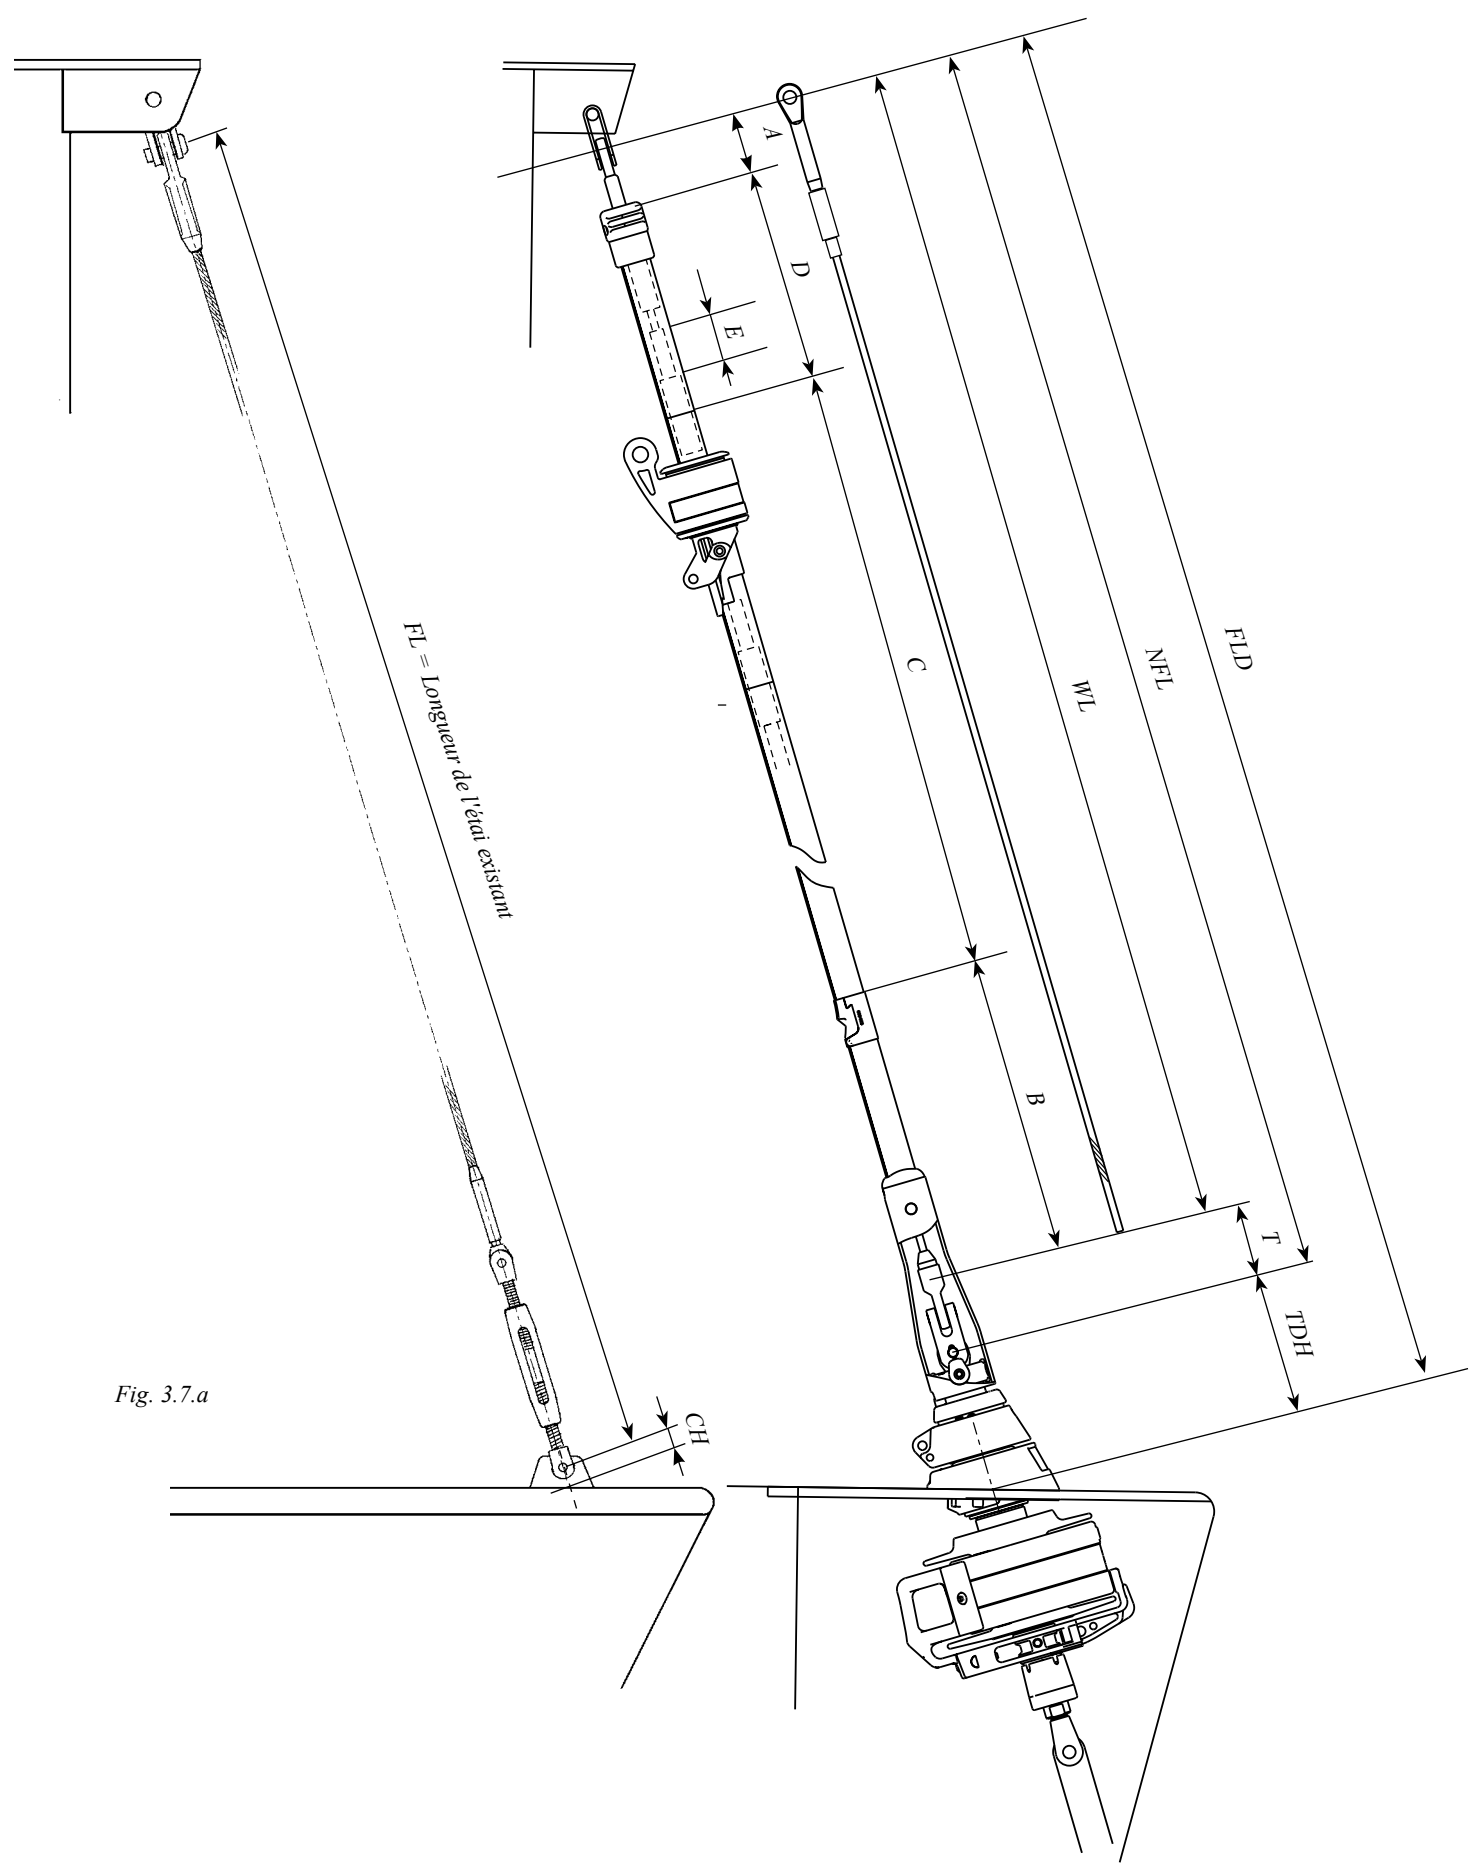

Fig. 3.7.a
<ol style="list-style-type: none"> 1. Déterminez l'angle de l'étau (FA). Utilisez un plan précis qui montre les détails de la zone du pont où l'enrouleur Furlex sera fixé, afin de pouvoir déterminer un angle d'étau précis (voir fig. 3.5.c). 2. Reproduisez cet angle sur un gabarit en carton. 3. Appuyez le gabarit contre la face intérieure du pont et avancez-le jusqu'à la limite représentant l'alignement depuis le trou de la ferrure d'étau dans la baille à mouillage. Marquez ce point d'intersection sur la face intérieure du pont et percez un trou \varnothing 6,5 mm (1/4") dans le pont à cet emplacement. <p data-bbox="252 922 359 954">Fig. 3.5.c</p> 	<ol style="list-style-type: none"> 1. Réalisez un gabarit représentant l'angle de l'étau (FA) au-dessus du pont (voir fig. 3.5.c). 2. À l'aide de ce gabarit, marquez l'angle CSA entre la ferrure d'étau dans la baille à mouillage et le point d'intersection de la ferrure de pont. 3. Si ces angles sont égaux, la ferrure d'étau est correctement positionnée. Si ces angles ne sont pas égaux, il faut utiliser l'angle d'étau FA également sous le pont pour déterminer le point d'intersection. Appuyez le gabarit contre la face intérieure du pont et avancez-le jusqu'à la limite représentant l'alignement depuis le trou de la ferrure d'étau dans la baille à mouillage. Marquez avec précision le point d'intersection dans l'axe longitudinal. 4. Enlevez l'étau. Il est recommandé d'appliquer la procédure suivante : commencez par mollir le pataras. Tirez la tête de mât en avant à l'aide de la drisse de génois. Assurez la drisse sur une solide ferrure de pont avec une manille ou un nœud. Pour des raisons de sécurité, n'utilisez pas le mousqueton de drisse. REMARQUE : Si l'étau doit être utilisé pour déterminer la longueur d'étau FLD (voir fig. 3.7.a), il ne faut pas modifier le réglage du ridoir. 5. Mesurez la hauteur CH (voir fig. 3.7.a) sur la ferrure d'étau et saisissez cette valeur dans le tableau 3.6.1. 6. Enlevez la ferrure d'étau du pont. 7. Marquez le point d'intersection sur la face intérieure du pont en traçant une ligne au long de l'axe longitudinal du bateau et en utilisant le marquage précédent comme indiqué en étape 3. 8. Percez un trou \varnothing 6,5 mm au point d'intersection.
- 5 Mesurez la longueur de l'étai (FL) avec juste ce qu'il faut de tension pour le maintenir rectiligne.
- 7 Calculez la nouvelle longueur d'étai WL dans le Tableau 1. Voir la procédure dans la colonne "exemple" et en fig. 3.7.a.